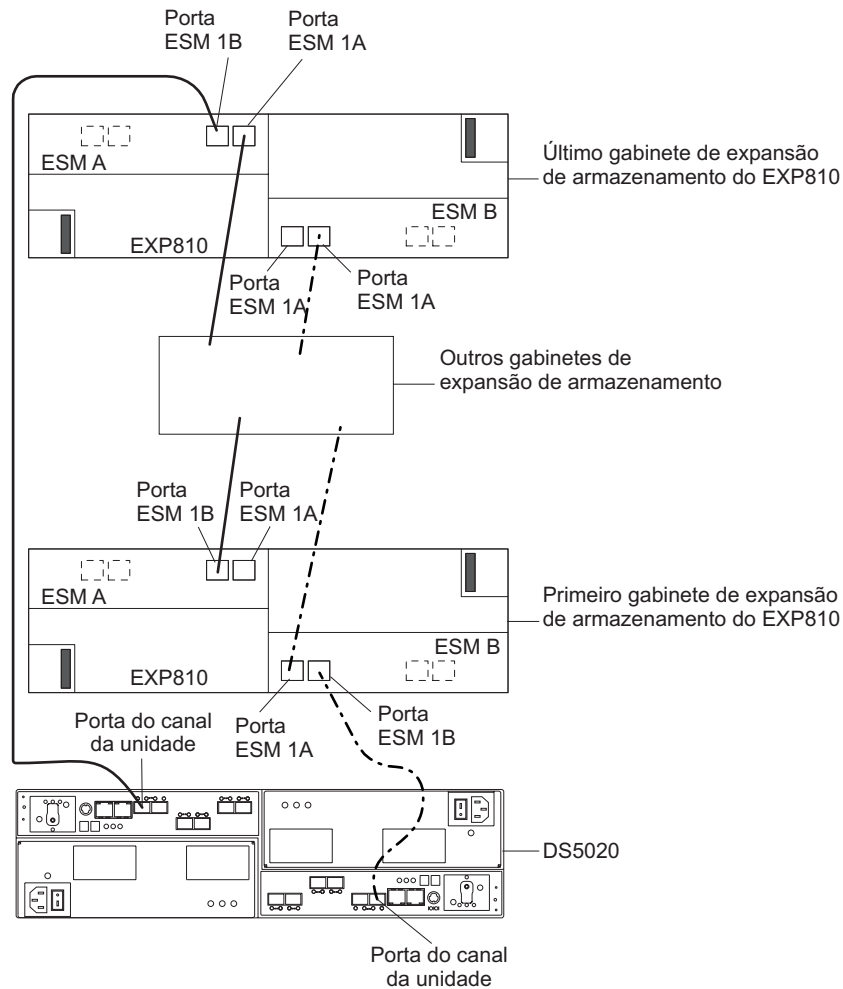

Figura 45. Portas de unidade do DS5020 conectadas às portas ESM EXP810 identificadas como 1B
10. As portas de unidade do controlador dos controladores de subsistema de armazenamento DS5020 devem sempre ser conectadas às portas identificadas como 1B nos ESMs direito e esquerdo dos EXP810s no par de canal/loop de unidade redundante que está conectado ao subsistema de armazenamento DS5020. A Figura 45 na página 74 mostra o local das portas.